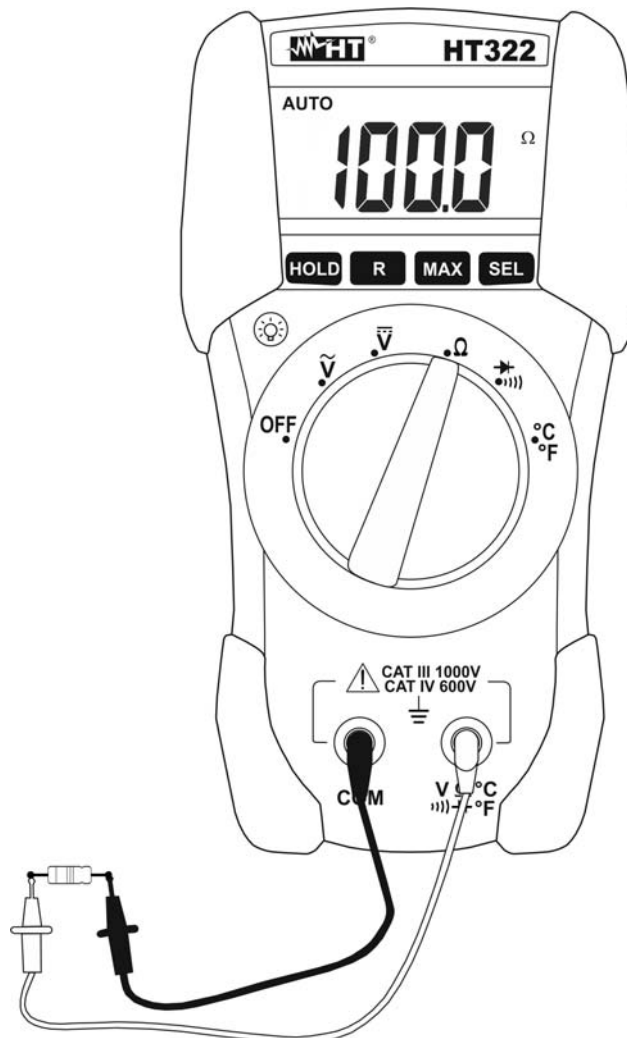

Fig. 4: Uso dello strumento per misura di Resistenza
3. Inserire il cavo rosso nel terminale di ingresso **V Ω** (per HT321) oppure **V Ω** (per HT322) e il cavo nero nel terminale di ingresso **COM** (vedere Fig. 4).
7. Posizionare i puntali nei punti desiderati del circuito in esame (vedere Fig. 4)